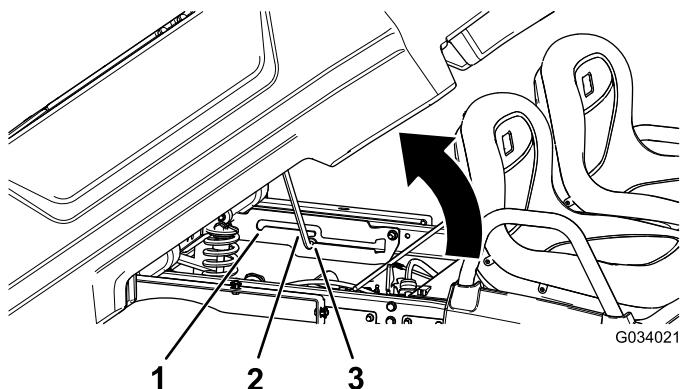

Figure 15
2. Engagez la béquille dans le cran de verrouillage pour bloquer le plateau en position de déchargement (Figure 15).
2. Engagez la béquille dans le cran de verrouillage pour bloquer le plateau en position d'entretien (Figure 15).
2. Sortez la béquille du cran de verrouillage (Figure 15).